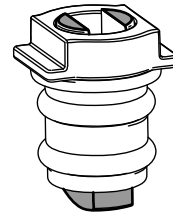

图 108
6. 将球插入阀体 (图 108)。
注意 阀杆应能够插入球驱动槽内部。如果阀杆不能插入请调整球的位置 (图 108)。